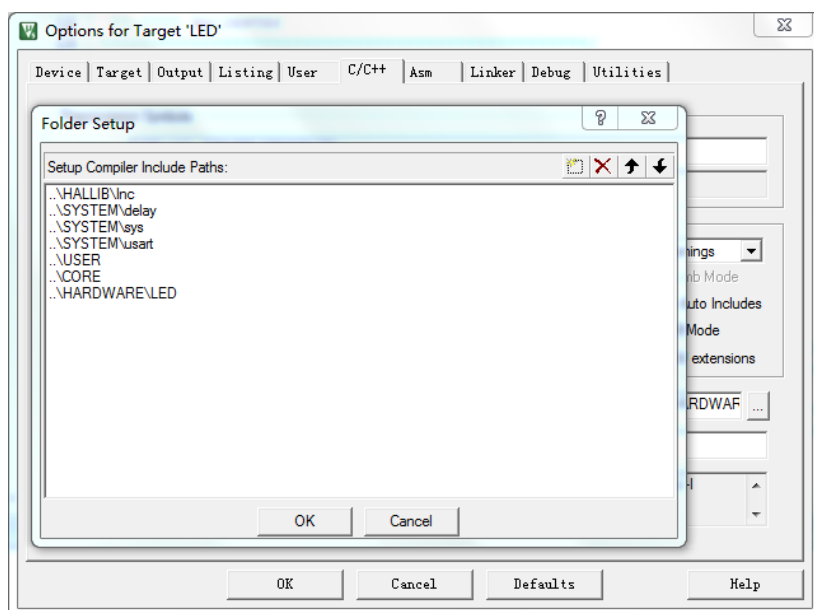

图 1.2 添加文件路径到工程
9) 仅仅添加到工程还不行, 需要将 Group 下的子文件夹的路径添加到 MDK 的路径, 告诉 MDK 那些目录下包含头文件, 否则将无法识别包含头文件的程序, 报错头文件路径找不到, 如图 1.2, 需要注意的是, 添加的路径必须添加到头文件所在目录的最后一级。比如在 SYSTEM 文件夹下面有三个子文件夹下面都有.h 头文件, 这些头文件在工程中都需要使用到, 所以必须将这三个子目录都包含进来。这里需要添加的头文件路径包括: \CORE, \USER\, \SYSTEM\delay, \SYSTEM\usart, SYSTEM\sys 以及 \HALLIB\Inc。